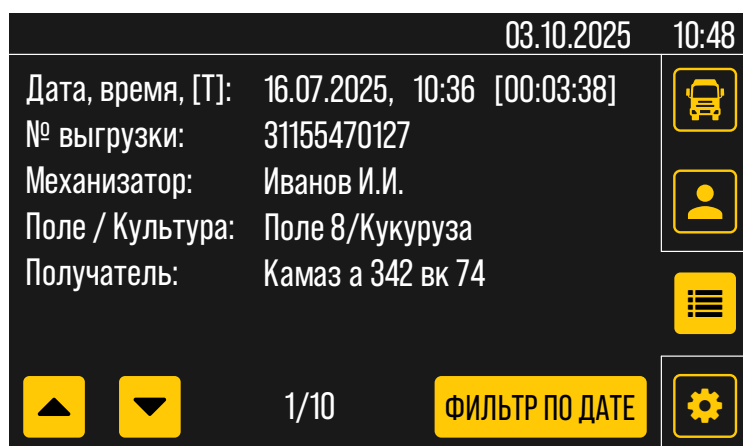

Рис.13. Экран просмотра данных о выгрузке
3. Нажмите в боковом меню справа кнопку , чтобы перейти на экран просмотра данных о последней выгрузке (**Рис.13**), который содержит следующие данные: